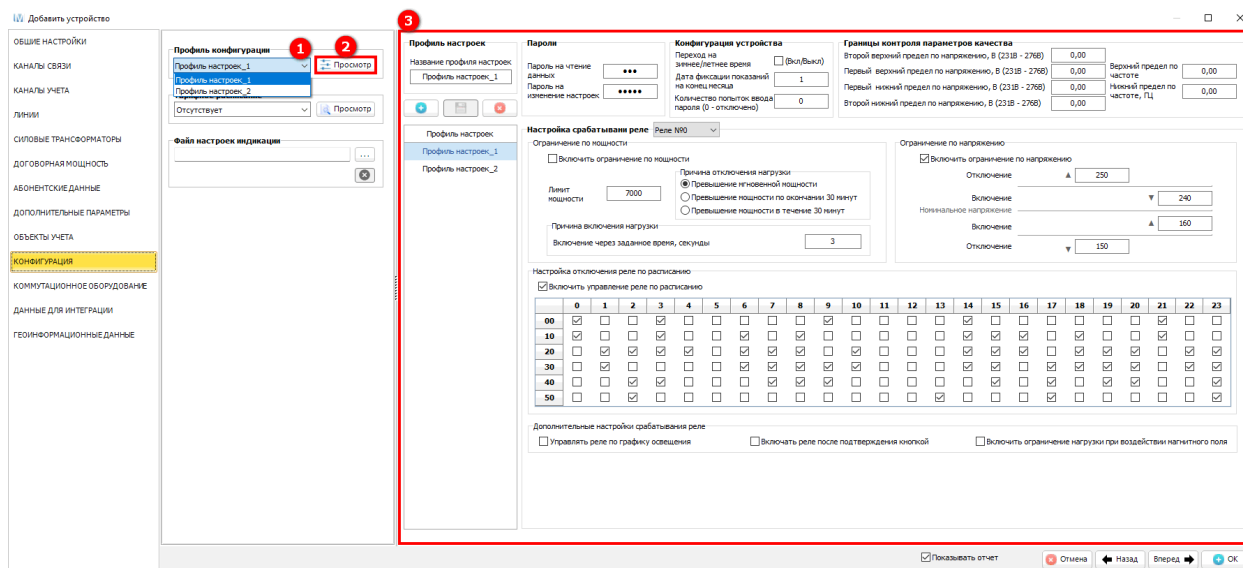

Рисунок 321 – Параметры устройства – Конфигурация – Выбор и просмотр конфигурации
Заполнение данного параметра позволяет указать для устройства профиль настроек, тарифное расписание (из списка выбрать один из созданных шаблонов), а также настроить режимы индикации (1) (см. рисунок 321).